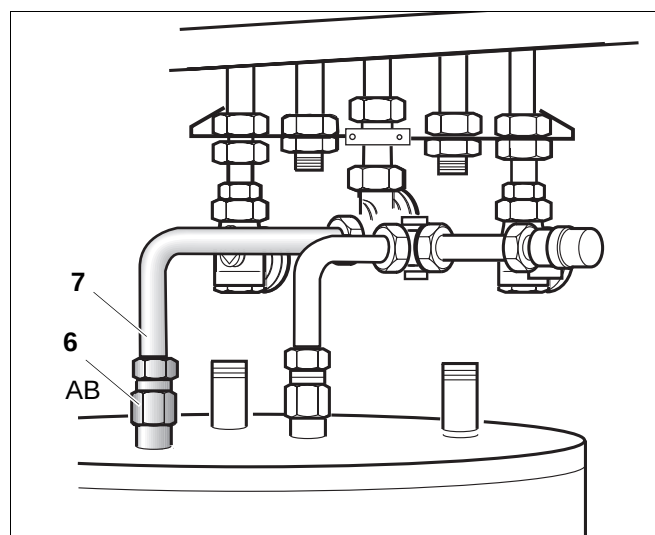

Abb. 37 Warmwasser-Anschlussrohr
- Verlängerung G $\frac{3}{4}$ (Abb. 37, Pos. 6) am Speicheranschluss (AB) mit Hanf eindichten.
- Langen Well Schlauch (Abb. 37, Pos. 7) mit Dichtung (Abb. 1, Pos. 2) an den reduzier Doppelnippel und Verlängerung (Abb. 37, Pos. 6) an Speicher (AB) verbinden.